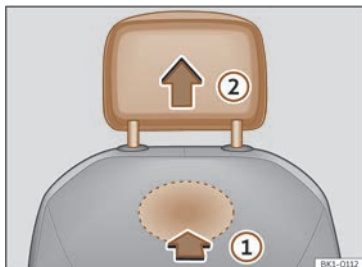

Fig. 110 Appuie-tête avant : démontage.
» fig. 110 (1).
- Retirez l'appuie-tête dans la direction de la flèche (2).